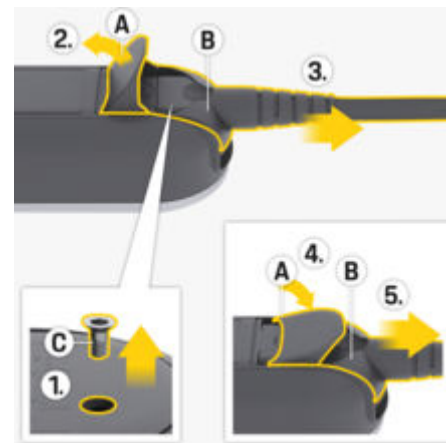

Fig. 103 Desligar o cabo de alimentação
1. Retire o parafuso C (Fig. 103) com uma ferramenta adequada.
2. Abra completamente a tampa A (Fig. 103).
3. Puxe a ficha B (Fig. 103) para fora até sentir resistência.
4. Feche a tampa **A** (Fig. 103) até cerca de 15 graus (a tampa pode assentar na ficha **B** (Fig. 103)).
5. Puxe a ficha **B** (Fig. 103) completamente para fora.